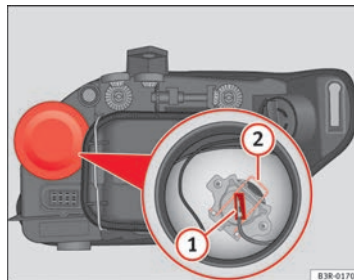

Fig. 209 Luz de carretera
- Extraiga el conector ⇒ fig. 209 (1) de la lámpara.
- Presione el resorte ⇒ fig. 209 (2) hacia dentro y hacia la derecha.